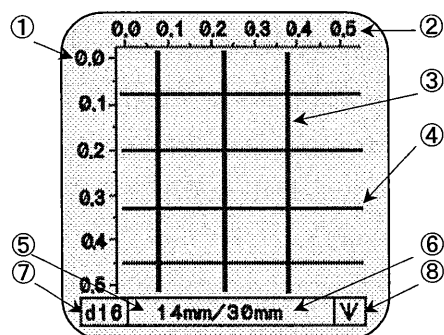

図39
- 横の鉄筋の測定が終わりましたら、↓キーを押してください。測定が終了します。(図39参照)